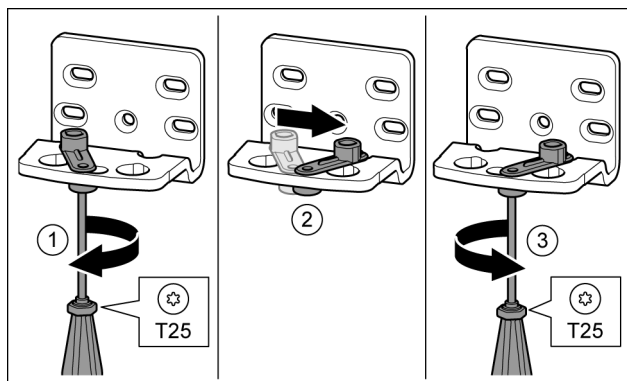

Fig. 16 \*
- ▶ Schraube mit Schraubendreher T25 lose schrauben. Fig. 16 (1) \*
- ▶ Türschließhilfe anheben und um 90° nach rechts in Bohrung drehen. Fig. 16 (2) \*
- ▶ Schraube mit Schraubendreher T25 festschrauben. Fig. 16 (3) \*